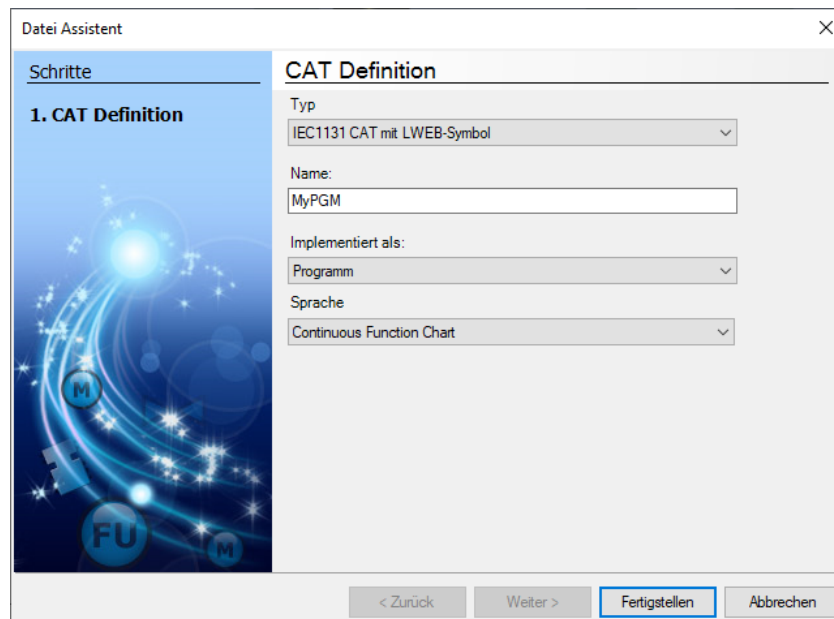

Abbildung 55: Erstellen eines 61131 Program CAT.
4. Erstellen Sie ein 61131-Programm CAT: Wählen Sie in der „KickStart“-Projektmappe **CAT → Application** aus. Klicken Sie dann mit der rechten Maustaste und wählen Sie **Neues Objekt**. Wählen Sie **IEC61131 CAT** aus, geben Sie einen **Namen** ein und wählen Sie **Programm** als Implementierung und **Continuous Function Chart** aus. Klicken Sie dann auf **Fertigstellen**, wie in Abbildung 55 gezeigt.